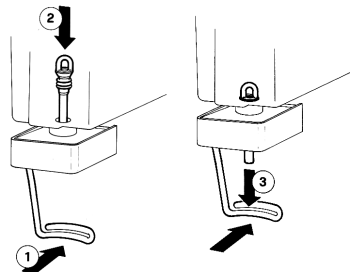

figura 5
- 2 - **Rubinetto a gommino:** premere (1) la leva comando rubinetto e inserire (2) il gommino rubinetto nel contenitore. Tirare (3) verso il basso l'estremità del gommino fino ad assestarlo completamente (vedere figura 5).